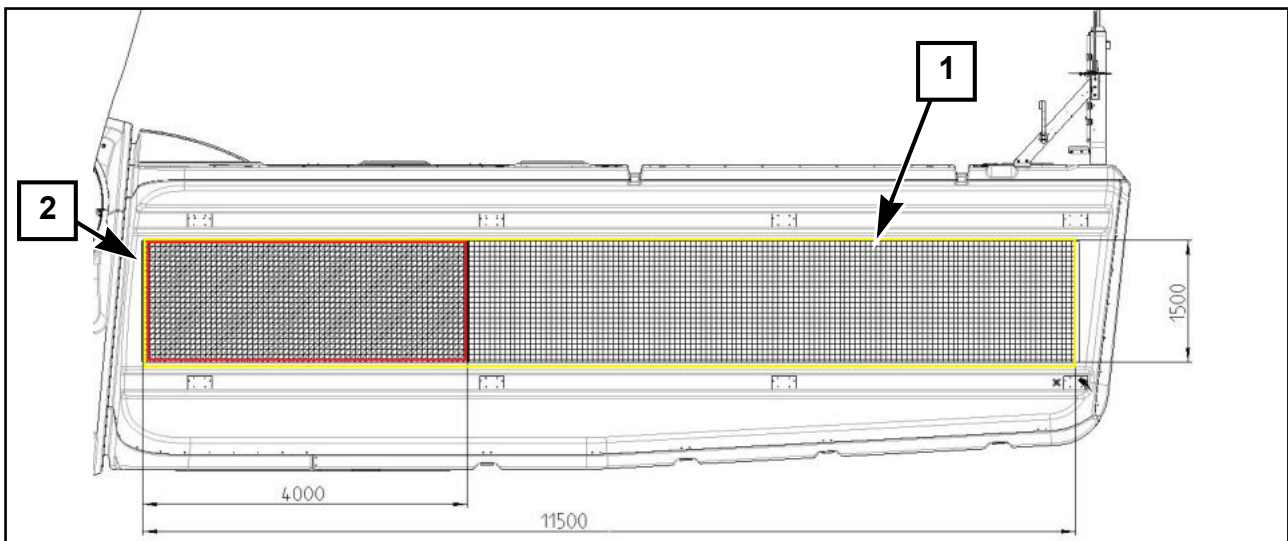

Abb. 3: Position und Größe für Kundenlogo an Delta4000-Anlagen
- Bei Gesamtbauwerkshöhe >150 m, Gestaltungsfläche von 1500 x 4000 mm pro Gondelseite, siehe Abb. 3.
- bei Gesamtbauwerkshöhe unter 150 m, Gestaltungsfläche von 1500 x 11500 mm pro Gondelseite, siehe Abb. 3.